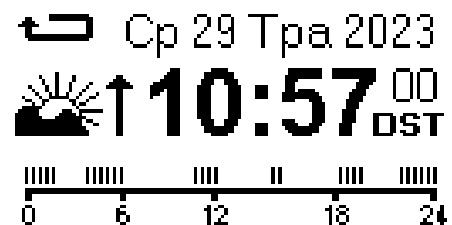

Рисунок 6.1 – Головний екран таймера
Примітка – для перегляду подій необхідно перебувати на головному екрані таймера (рисунок 6.1).
- Якщо під час перевірки помилок не виявлено таймер повернеться на головний екран (рисунок 6.1);